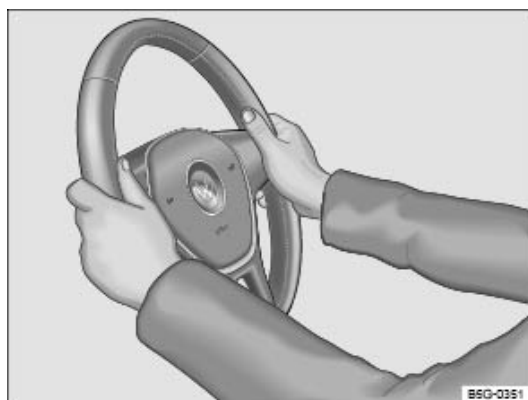

Fig. 68 Sur le volant : positions 9 h et 3 h
- Réglez le volant de manière à pouvoir le tenir en plaçant vos deux mains à la périphérie en position 9 h et 3 h ⇒ Fig. 68 avec les bras légèrement fléchis.
- Lorsque vous conduisez, tenez toujours le volant en plaçant vos deux mains à la périphérie en positions 9 h et 3 h ⇒ *Fig. 68* afin de réduire tout risque de blessures en cas de déclenchement du sac gonflable du conducteur.